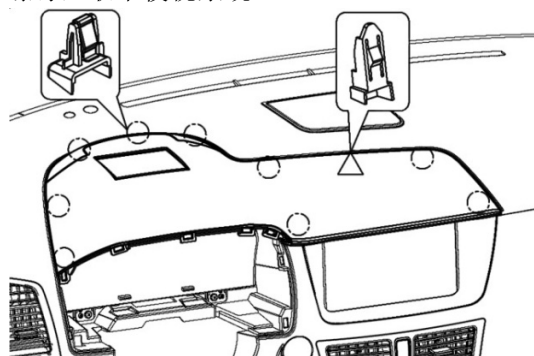

图 1.7.1 组合仪表罩外板结构示意图
组合仪表罩内外板安装结构如图 1.7.1 所示，拆卸方式与豪华型外板相似（与豪华型相比无安装支架）。
- (1) 确保八个塑料卡扣安装在相应位置（详见图 1.7.1）；